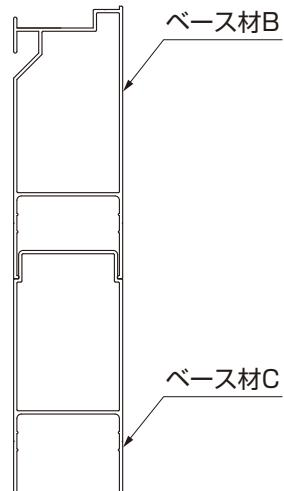

図2-9
①ベース材の配置を確認してください。
- ベース材には種類があります。(図2-8、図2-9、図2-10参照)